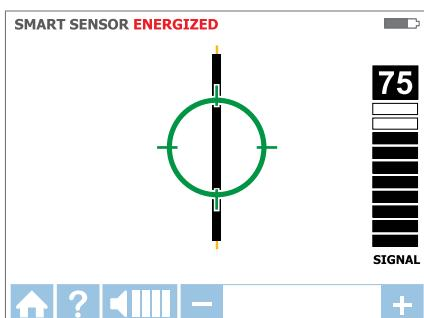

Abbildung 3.1e
- Ein grünes Fadenkreuz zeigt an, dass sich der Empfänger direkt über dem Leiter befindet (siehe Abbildung 3.1e). Falls der Empfänger nicht auf dem Leiter „einrastet“, vermindern Sie die Empfindlichkeit mit der „-“-Taste oder stellen den Sender auf den LOW-Signalmodus ein.